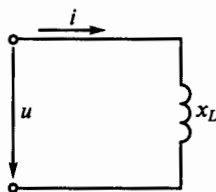

Рис. 66
**3.3.** Напряжение на зажимах цепи с индуктивным сопротивлением  $x_L$  (рис. 66) изменяется по закону  $u = 220 \sin(314t + \pi/4)$ . Каков закон изменения тока в цепи, если  $x_L = 50$  Ом?